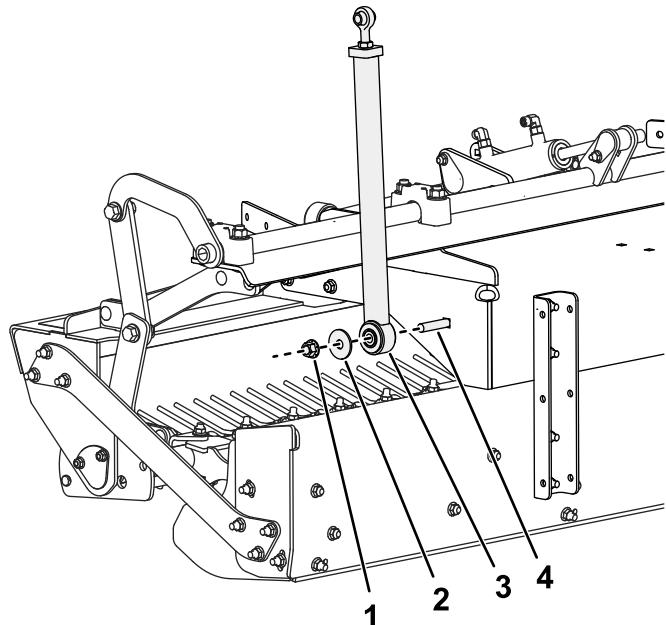

図 1
1. 昇降リンクをフレームに仮止めするキャリッジボルト $1/2 \times 2\frac{1}{2}$ "、スラストワッシャ、ロックナットを使用する図 1。